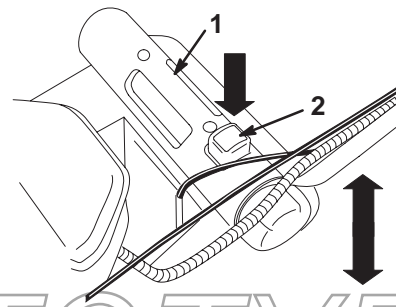

Bild 16
4. Drücken Sie die rote Taste und stellen Sie mit dem Schnitthöhen-Einstellgriff die Schnitthöhe höher oder niedriger (Bild 16).